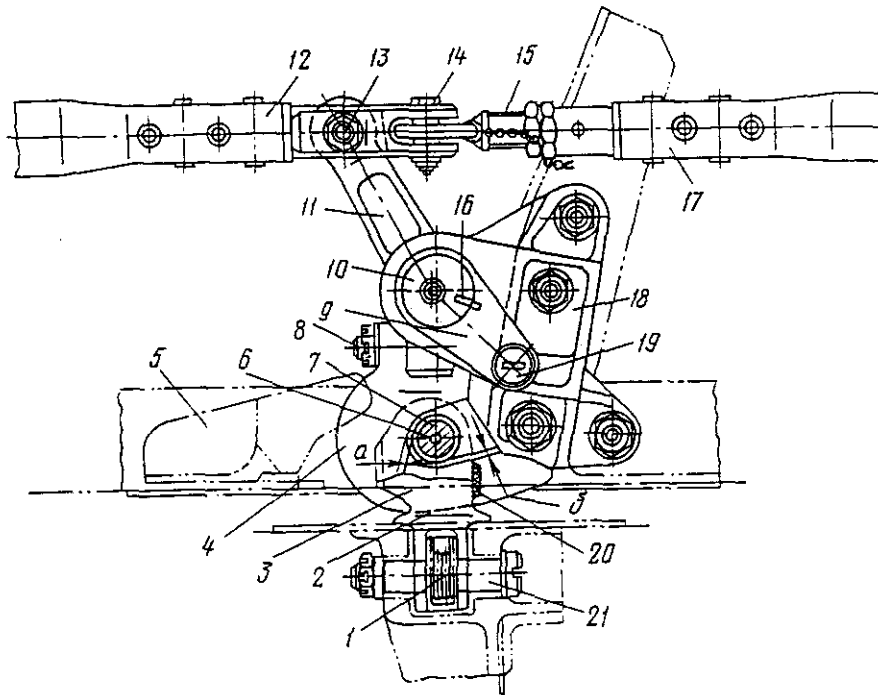

Рис. 31.1. Боковой замок рампы грузолюка:
<p>— соедините ухо 2 с качалкой 4 болтом, установите шайбу, навинтите, затяните ключом гайку и застопорите шплинтом 1,5 мм. При выступании контрольных меток на крюках одного или нескольких замков менее чем на 3 мм отрегулируйте систему управления в следующем порядке:</p> <p>— опустите рампу, снимите защитные крышки замков, осмотрите и замените поврежденные детали и поднимите рампу;</p> <p>— расконтрите тяги 17 управления (см. рис. 31.1) с обеих сторон регулируемого замка и ослабьте затяжку контргаек;</p> <p>— расшплинтуйте и выньте болт, отсоедините качалку 11 крюка от тяг 12;</p> <p>— поверните крюк 4 до упора в ролик 6 вилки замка;</p> <p>— отрегулируйте поворотом наконечника длину тяги 12 для свободного соединения с качалкой 11 крю-</p>
<p>ду крюком 4 замка и роликом 7 вилки (см. рис. 31.1).                      Допустимые зазоры «б» на замках, расположенных на шп. № 34 и 40, составляют 0—1,5 мм, а на остальных замках 0—1 мм.</p> <p>Регулировку зазора «б» производите в такой последовательности:</p> <ul style="list-style-type: none"> <li>— опустите рампу, снимите защитные крышки боковых замков и опять поднимите рампу;</li> <li>— расшплинтуйте, выньте болт и отсоедините тяги управления 17 (см. рис. 31.1) от качалки 11 крюка 4 регулируемого замка;</li> <li>— вывинтите крепежный болт 19 серьги 9;</li> <li>— серьгой 9, вращая ось эксцентрика 10, увеличьте расстояние между контрольными точками, расположенными на оси крюка 4 (отверстие масленки) и оси вилки 3;</li> <li>— подведите и прижмите крюк 4 к ролику вилки 6 до упора;</li> </ul>	(5)